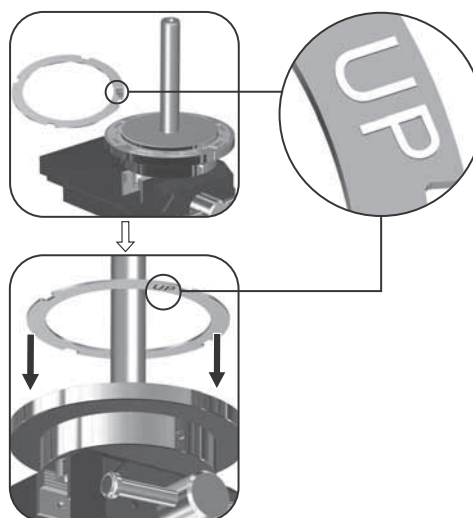

Рис. 32 Установка уплотнительного кольца (45) с надписью «UP» (ВВЕРХ), указывающей вниз, в направлении стопора уплотнительного кольца (65)
4. Установите уплотнительное кольцо (45) поверх стопора уплотнительного кольца (65).
Примечание. Надпись «UP» (ВВЕРХ), нанесенная на уплотнительное кольцо (45), должна указывать вниз, в направлении стопора уплотнительного кольца (65). См. рис. 32.